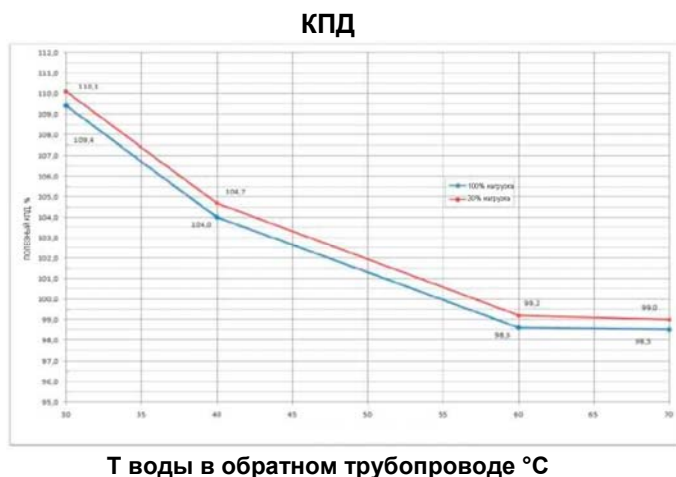

Рисунок 1
CONDEXA PRO3 IN обладает высоким КПД (до 109% на максимальной мощности – смотри Рис. 1). Благодаря специальному теплообменнику повышенной производительности, новой электронной плате управления, модульной конструкции и гибкости, его можно легко подключить к любой системе отопления и производства горячей сантехнической воды с накопительным бойлером.
- Конденсационный теплообменник из нержавеющей стали и с КПД до 109% (смотри Рис. 1);